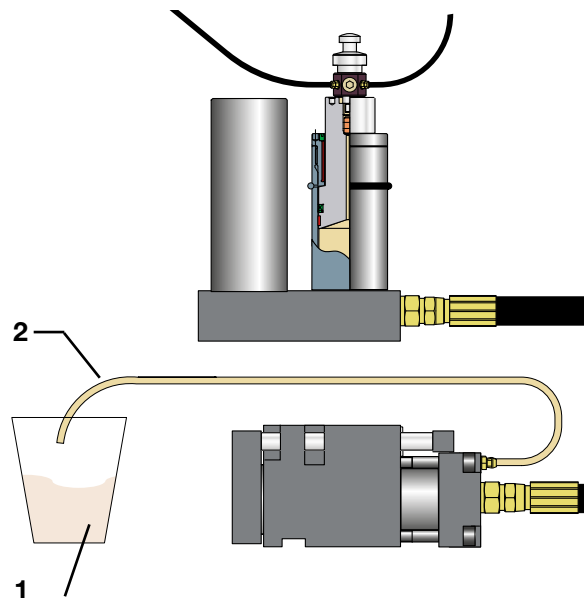

Figure 18: Vidange d'huile
9.3 Vidange d'huile (fig. 18) :